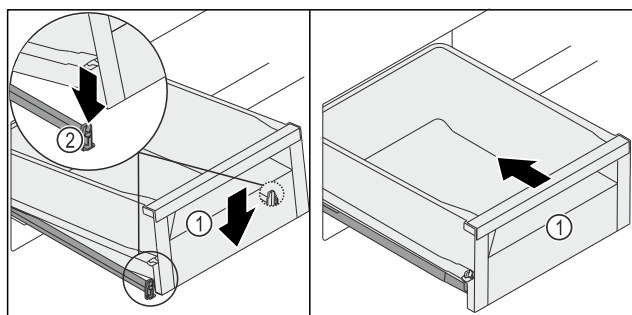

Fig. 136
- ▶ Schubfach Fig. 136 (1) vorne absenken, so dass das Schubfach links und rechts in die Klemme Fig. 136 (2) rutscht.
- ▶ Schubfach Fig. 136 (1) rastet hörbar ein.
- ▶ Schubfach Fig. 136 (1) einschieben.